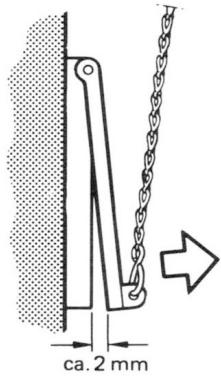

Рис.9
**Проверка работы Регулятора температуры (Тягогрегулятора):** Установите ручку настройки регулятора в положение, соответствующее показанию котлового термометра. Если регулятор настроен правильно, то позиция воздушной заслонки будет соответствовать рис.9
Настройте цепь регулятора заслонки так, чтобы щель составляла примерно 2 мм (толщина спички, рис.9.)